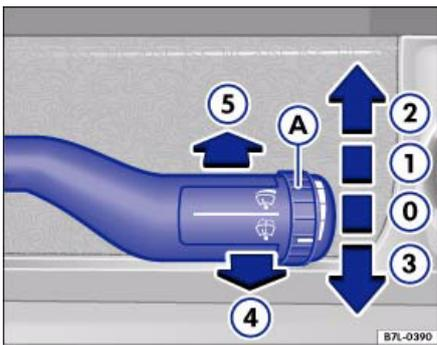

Abb. 48 Scheibenwischer- und Scheibenwascherhebel
Der Scheibenwischerhebel ⇒ Abb. 48 hat folgende Stellungen:
– Bewegen Sie den Hebel nach oben in Raste ⇒ Abb. 48 ①. ▶